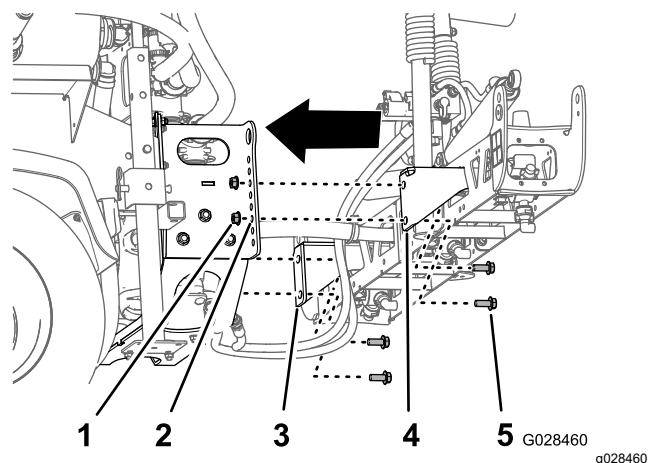

Figura 39
2. Alinee el orificio inferior de los soportes de montaje de la sección de brazo central con el tercer orificio contando desde abajo de los soportes del brazo del bastidor del patín del fumigador, como se muestra en la Figura 39.